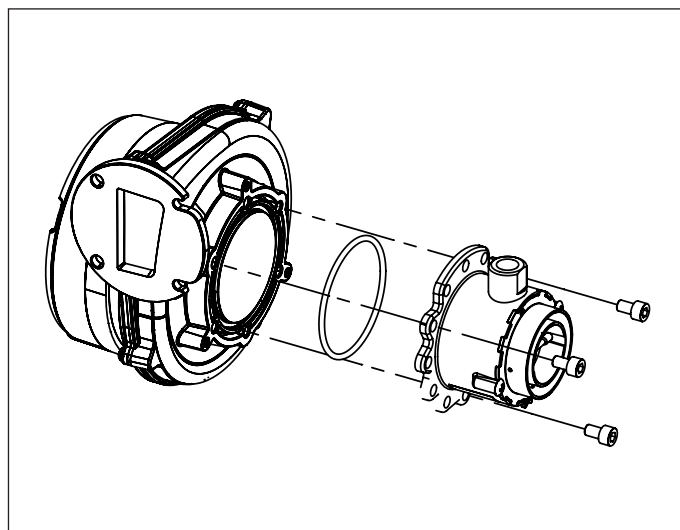

Fig. 31 Amestecător
- Înlăturați amestecătorul desfăcând cele trei șuruburi tip imbus (vezi Fig. 31 Amestecător).